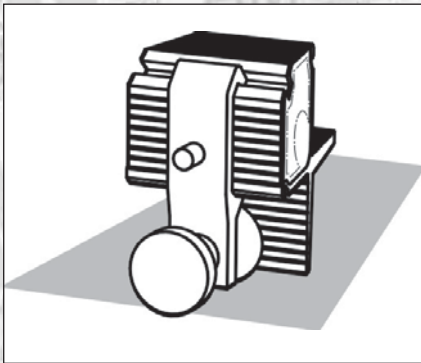

FIGURE 13 : le système de serrage est positionné dans l'autre sens. Notez que la scie va maintenant descendre verticalement.
13. Positionnez le système de serrage sur le guide Veritas comme indiqué en figure 13.